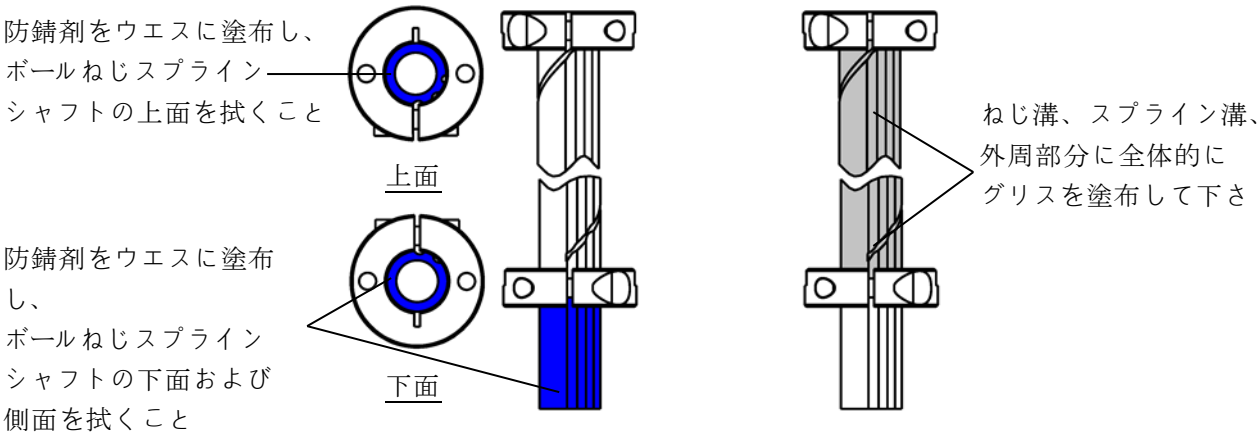

図 7.36 ボールねじスプラインユニットの防錆剤およびグリス塗布部分
- 5) シャフトが出ている部分に、ハケなどでグリスを塗布します。シャフトの溝が埋まる程度に塗布してください。グリス塗布部分については図 7.36 を参照下さい。
- 7) シャフトがボールねじナットから上側に出ている部分に、ハケなどでグリスを塗布します。シャフトの溝が埋まる程度に塗布してください。グリス塗布部分については図 7.36 を参照下さい。